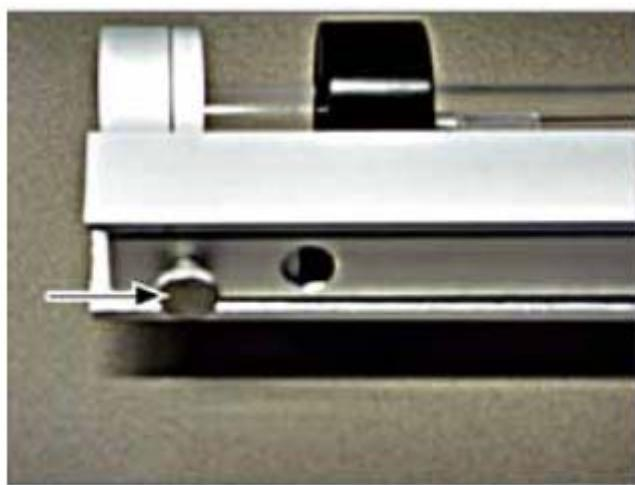

图 106 固体测定模块—使用凸边螺丝改变长度（如箭头所示）
3. 松开凸边螺丝 (见图 106 中的箭头)。
6. 拧紧凸边螺丝 (图 106)。